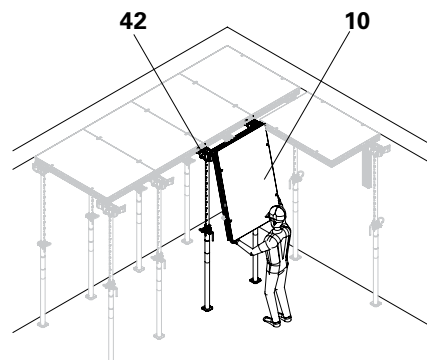

Fig. D2.14a
1. Agganciare i pannelli DP (10) alla testa d'appoggio per disarmo anticipato DBH. (Fig. D2.14a)